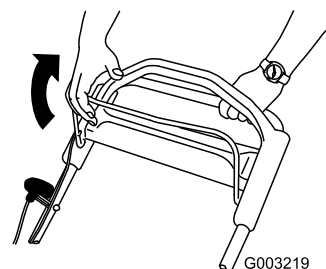

Рисунок 15
1. Потяните штангу управления ножом в направлении рукоятки (Рисунок 15).